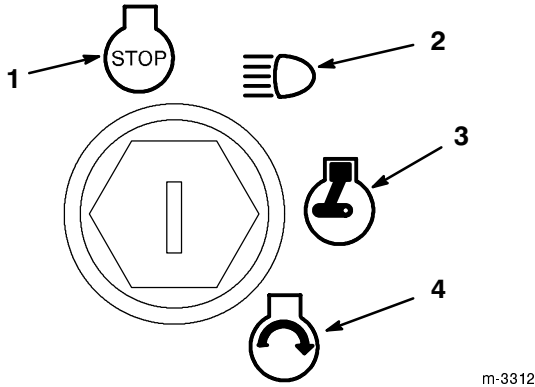

Figure 13
6. Tourner la clé de contact dans le sens des aiguilles d'une montre jusqu'en position de démarrage ("START", Fig. 13), la maintenir jusqu'à ce que le moteur démarre, puis la lâcher.
3. Tourner la clé de contact sur "ARRET" (Fig. 13).